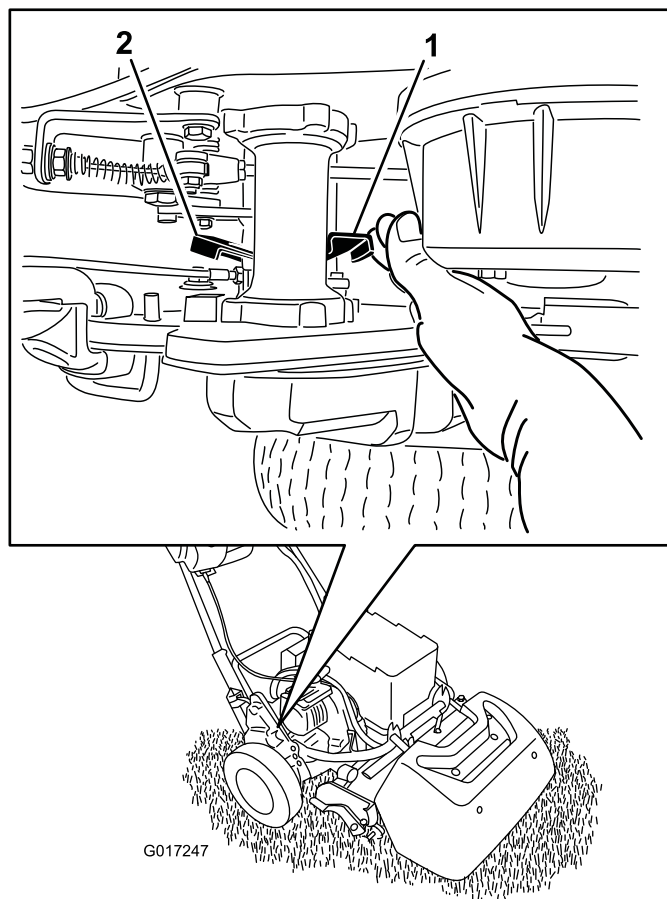

Figura 35
1. En la esquina derecha trasera de la máquina, localice la palanca de engranado/desengranado de la tracción junto al tambor del alojamiento de la transmisión (Figura 35).